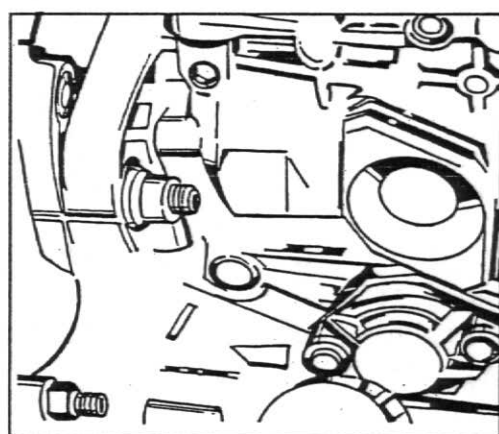

Fig. 18
8. Verifique se as marcas da bomba injetora e da carcaça da distribuição estão alinhadas, caso contrário, faça uma nova marca na carcaça da distribuição alinhada com a da bomba injetora, fig.18.